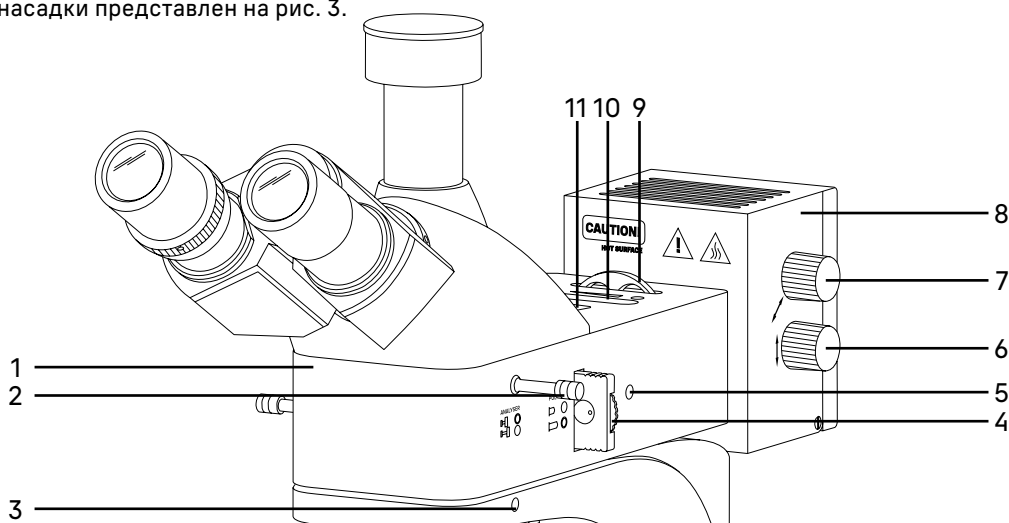

Рис. 3. Насадка осветителя отраженного света
Общий вид насадки представлен на рис. 3.
Корпус насадки 1 (рис. 3) устанавливается на штатив микроскопа и закрепляется винтом 3 (рис. 3) при помощи ключа-шестигранника. В корпусе насадки располагаются:
- устройство простой поляризации – вращающийся поляризатор 4 (рис. 3) и анализатор 2 (рис. 3);
- полевая диафрагма 11 (рис. 3) и апертурная диафрагма 10 (рис. 3);
- кольцо с набором цветных фильтров 9 (рис. 3) имеет пять положений: свободное отверстие и 4 фильтра – матовый, желтый, зеленый и синий.